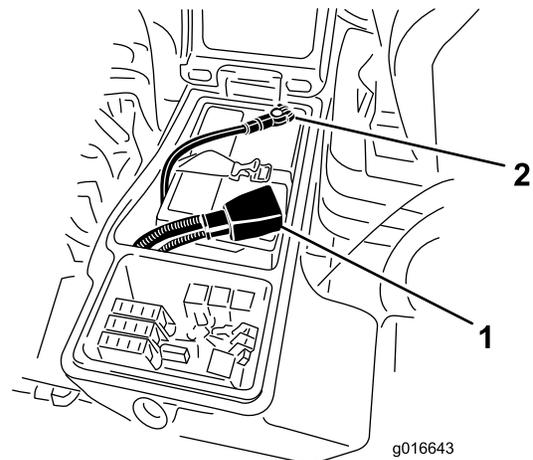

Bild 84
5. Klemmen Sie das Pluskabel (Rot) am Pluspol (+) der Batterie und das Minuskabel (Schwarz) am Minuspol (-) der Batterie an (Bild 84).